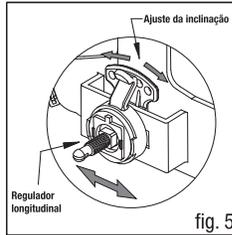

fig. 5
**INCLINAÇÃO:** O regulador da inclinação situa-se na parte lateral da máscara. Soltar o manípulo de retenção localizado no lado direito da máscara e empurrar a extremidade superior da alavanca reguladora para fora até que o bloqueador da alavanca se liberte da ranhura. De seguida, rodar a alavanca para a frente ou para trás para conseguir a posição desejada. O bloqueador volta a encaixar-se quando se solta, bloqueando a máscara em posição (ver fig. 5).